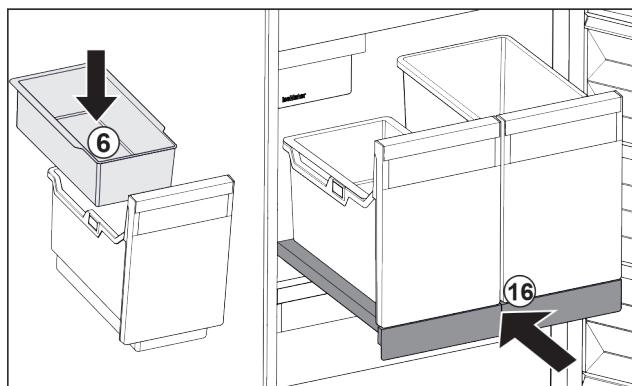

Fig. 107
- Vložte závesnú misku Fig. 107 (6) na kocky ľadu.
- Zasuňte vyťahovaciu poličku s nádobou (IceTower). Fig. 107 (16)